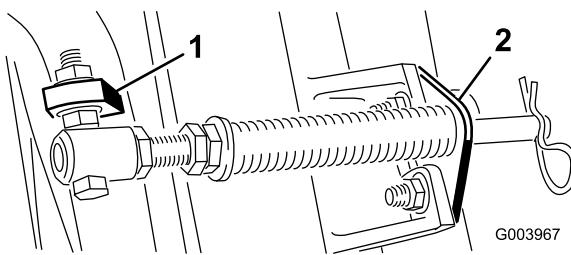

図6
- スプリングチューブのボルトを、反対側のキャリアフレームのタブに取り付け、フランジナットで固定する。図6に示すように、ボルトの頭部がタブの外側を向くように取り付けること。
- カッティングユニットのタブにロッドブラケットを取り付け、キャリッジボルト2本とナットで固定する図6。